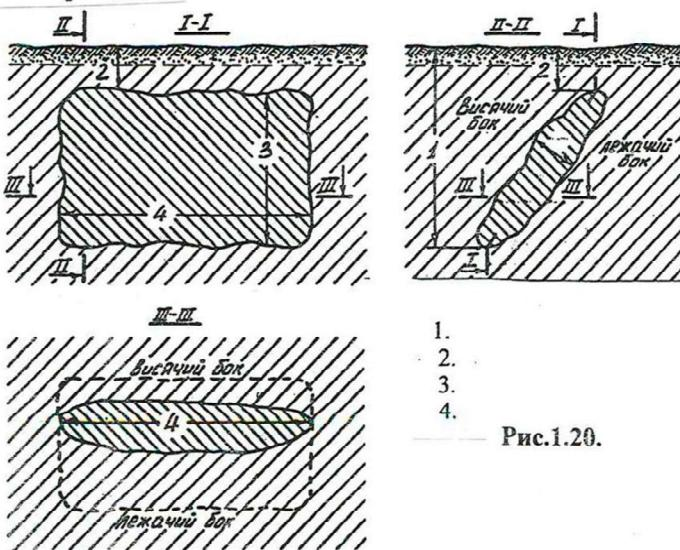

Рис.1.20.
6. На рис.1.20 изображены три типовых разреза месторождения. Укажите на вертикальном разрезе по простирианию (продольной проекции на вертикальную плоскость) длину месторождения.